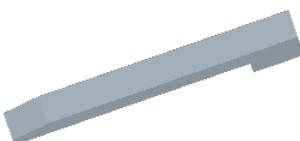

图 19.22 着色后的镶块体积块
(1) 单击 **视图** 功能选项卡 **可见性** 区域中的“着色”按钮
(2) 系统自动将刚创建的镶块体积块 INSERT_01 着色, 着色后的镶块体积块如图 19.22 所示。
(3) 在 **CntVolSel (继续体积块选取)** 菜单中选择 **Done/Return (完成/返回)** 命令。